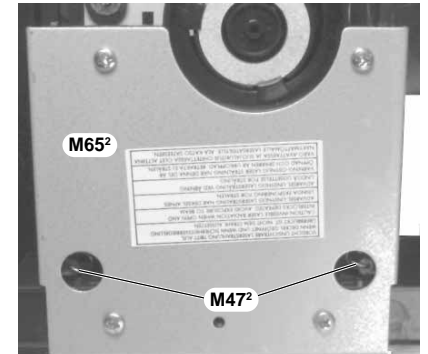

Fig. 18
- Die beiden Federn **M472** (Fig. 18) aushängen. Das Ausbauen der Metallplatte **M652** erleichtert das Einhängen der Federn **M472** (Fig. 18).
- Detach the two springs **M472** (Fig. 18).
- The springs **M472** can be attached easier when removing the metal plate **M652** (Fig. 18).